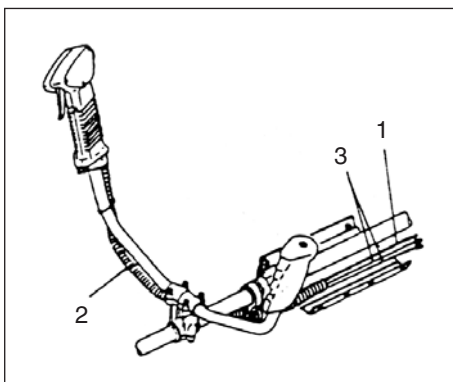

Fig. 1-3
Hat Gestellt Halteschnüre (3) und Drosselklappe verdrahtet (1) durch Schutz tube (2). Haken Sie dann das Hüftenpolster los und wickeln Sie die geschützten Halteschnüre und Drosselklappe verdrahtet (1) mit ihm (Fig. 1-3)